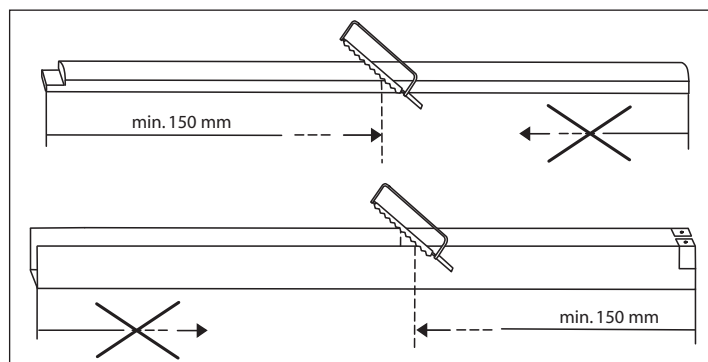

Bild 4
- Endelement (3) bei Bedarf wie dargestellt ablängen (Bild 4).